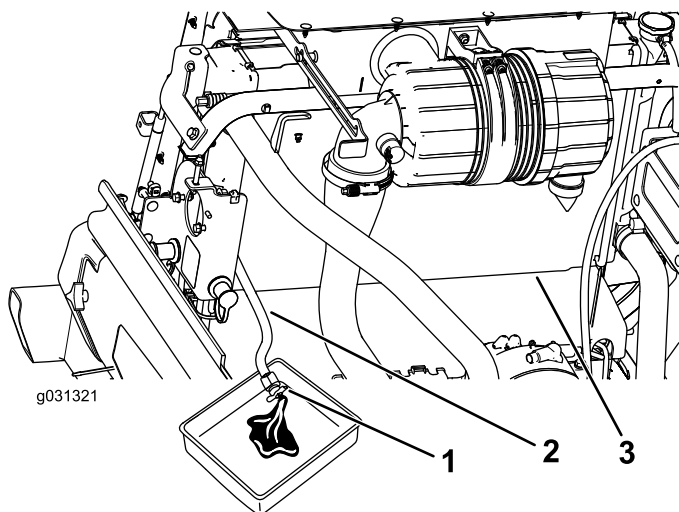

Рисунок 123
3. Поместив сливной шланг радиатора в сливной поддон, откройте сливной кран на шланге радиатора и слейте жидкость в сливной поддон (Рисунок 123).
4. Закройте кран на сливном шланге радиатора (Рисунок 123).